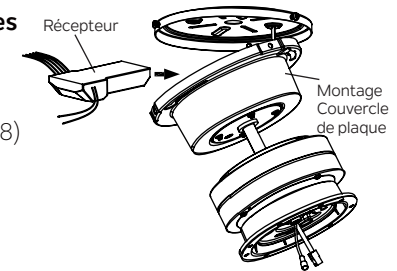

Fig. 8
Étape 1. Placez le récepteur dans la plaque de montage et maintenez-le à plat face au plafond. (Fig. 8)